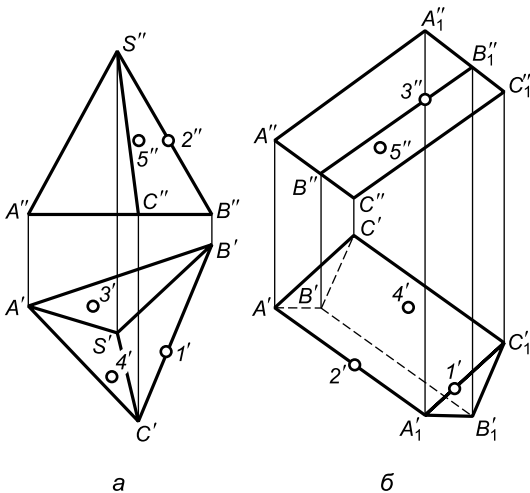

Рис. 19
2.21. Построить недостающие проекции точек, принадлежащих поверхностям многогранников, показанных на рис. 19, *а*, *б*, соблюдая условия видимости.